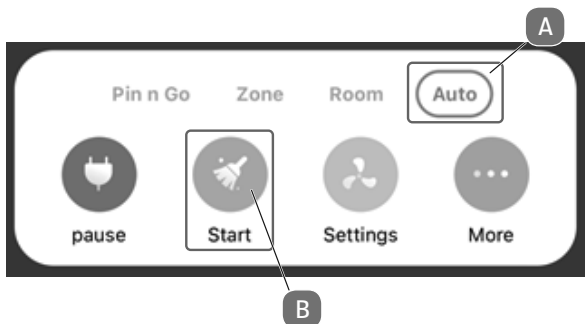

Abb. 12
- ▶ Um eine Karte Ihrer Räumlichkeiten anzulegen, muss der Roboter eine Erkundungsfahrt starten. Klicken Sie hierzu wie auf Abb. 12 dargestellt im **AUTO-MODUS** (A) auf **START** (B).